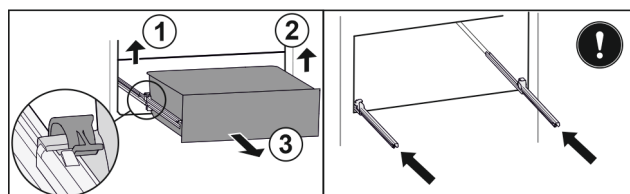

Fig. 35
- ▶ Podnieść lewy zacisk i wysunąć jednocześnie szufladę po lewej do przodu Fig. 35 (1).
- ▶ Podnieść prawy zacisk i wysunąć jednocześnie szufladę po prawej do przodu Fig. 35 (2).
- ▶ Wyjąć szufladę do przodu Fig. 35 (3).